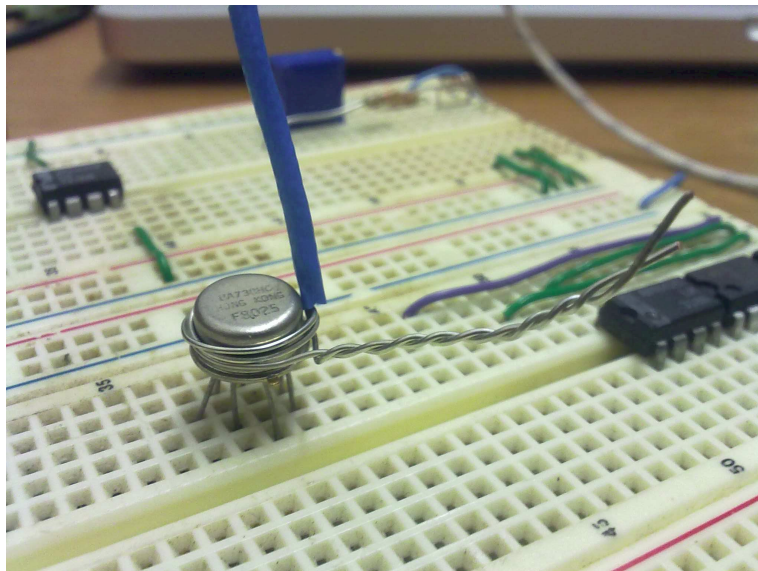

Figura 3.3: Detalle del alambre de cobre enrollado sobre el transistor con el termopar.
5. Una el termopar al transistor enrollándolo a la carcasa externa con un alambre de cobre como se muestra en la Figura 3.3 y utilice un cautín para incrementar la Temperatura del transistor